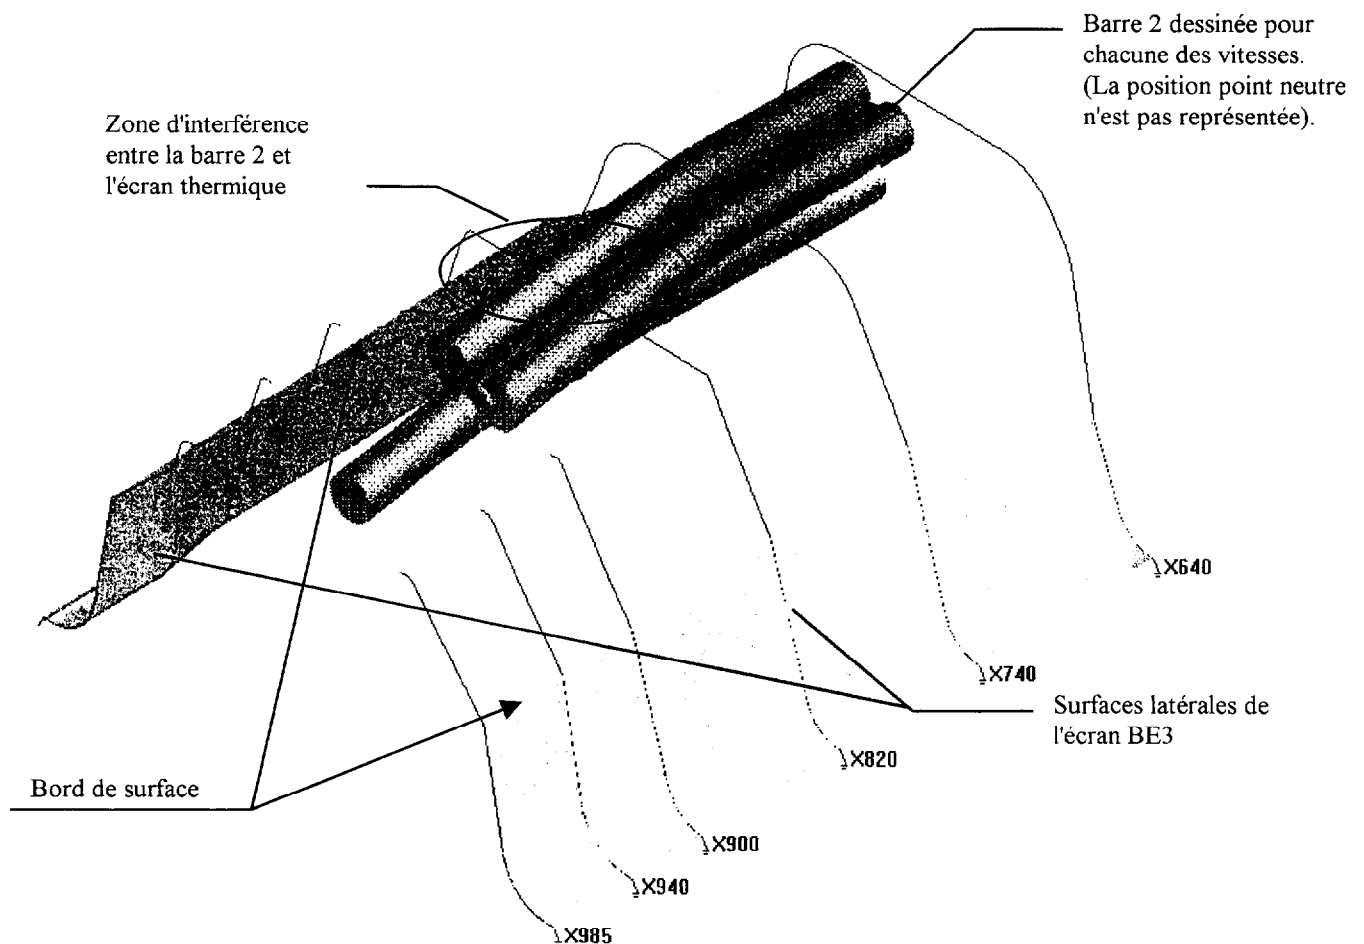

FIGURE 1
Entre les sections X 985 et X 740, la surface supérieure de l'écran est *une surface plane s'appuyant sur les bords des surfaces latérales de l'écran BE3 existant : voir figure 1.*
- a) construire les courbes d'intersection entre les positions de la barre 2 et la surface plane CA2 (on rappelle que la position point neutre n'est pas représentée : voir figure 1).